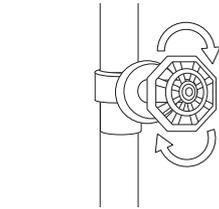

Figura 7.
1. Cierra el suministro de agua (ver Figura 7).